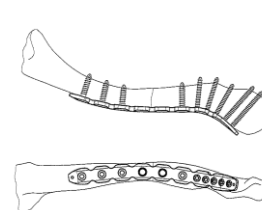

図13
- 14) イメージ下で、インプラントの状態を確認し、縫合して手術を終了します。 (図13)